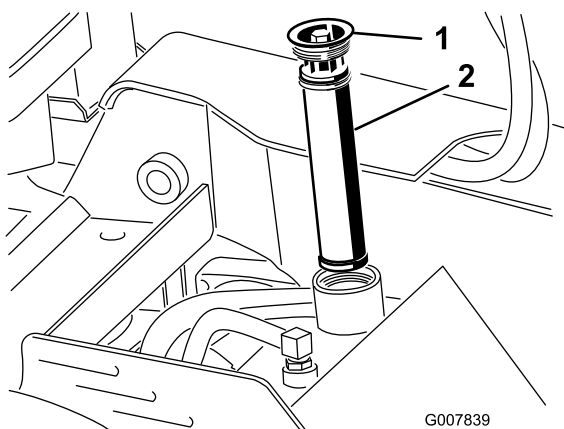

Figura 55
4. Retire y deseche el filtro usado (Figura 55).
5. Instale el filtro hidráulico de sustitución y el tapón de llenado (Figura 55) y apriete el perno del tapón a entre 13 y 15,5 N·m.